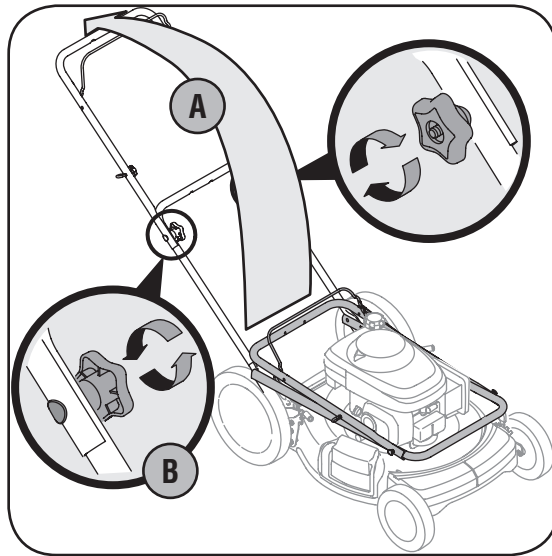

Figura 3-1: Despliegue la manija y apriete los elementos metálicos.
- a. Tire y retroceda la manija superior como se muestra en la Figura 3-1. Asegúrese de que la manija inferior esté asentada firmemente en los soportes de montaje de la manija. Asimismo, no preñe los cables mientras levanta la manija.